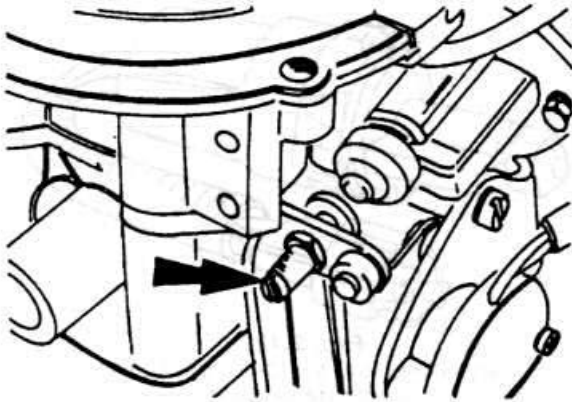

Рис. 2.126
- ♦ При необходимости ослабьте контргайку упора регулировки заслонки и отрегулируйте частоту вращения холостого хода двигателя, установив ее на величину, указанную в разделе 1.1. Регулировочный винт показан на рис. 2.126.